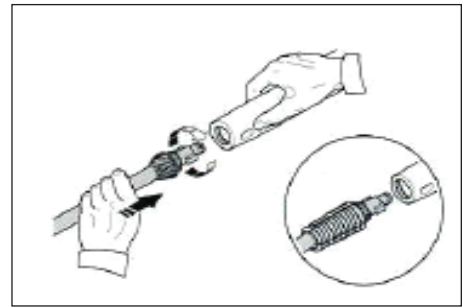

Figure 15 - Branchement de Pistolet/Lance
1. Introduire la lance dans le pistolet et tourner au sens des aiguilles d'une montre à l'arrêt positif tel qu'indiqué sur la Figure 15.